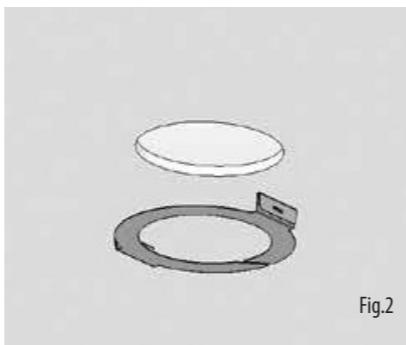

Fig.2
2. パッドソーを使用して天井の穴を切り取り、(リングを天井にスライドさせて切り抜き穴に合わせます。(図2)
パワードライバーを使用する場合、Tannoy は、1.5Nm のトルク設定を推奨しています。(図2)